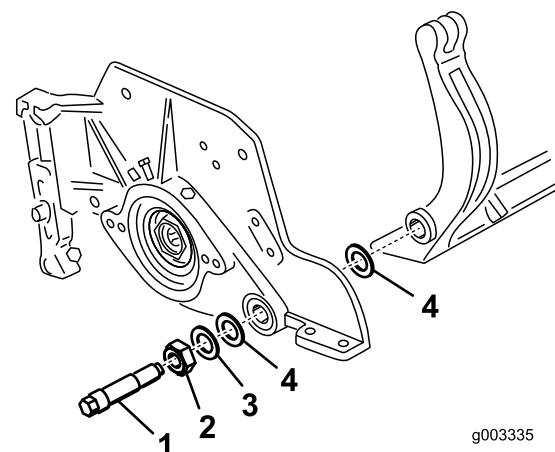

Bild 35
- Befestigen Sie den Untermesserträger mit den Untermesserträgerschrauben (Muttern an den Schrauben) und den sechs Scheiben an jeder Seitenplatte. Legen Sie eine Nylonscheibe an jede Seite des Seitenplattenansatzes. Legen Sie eine Stahlscheibe außen auf jede Nylonscheibe (Bild 35). Ziehen Sie die Schrauben mit 37 bis 45 Nm an. Ziehen Sie die Sicherungsmuttern an, bis sich die Stahlscheibe außen nicht mehr dreht und kein Spiel am Ende vorhanden ist, ziehen Sie jedoch nicht zu